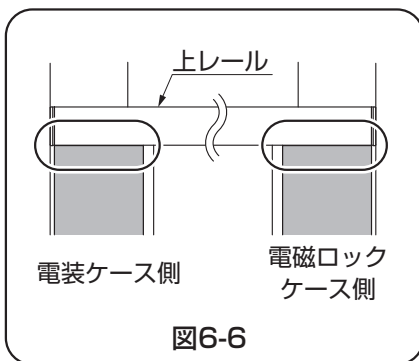

図6-6
- ケースカバーと上レールの間にすき間がないようにつき当てて取付けてください。(図6-6参照)